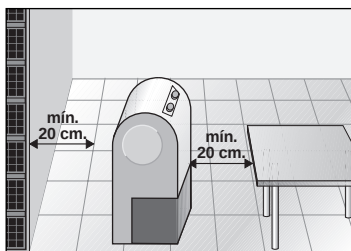

Fig. 4
- ❑ Para asegurar un correcto funcionamiento del equipo es necesario mantener unas distancias mínimas de 20 cm con objetos adyacentes. Ver fig 4.